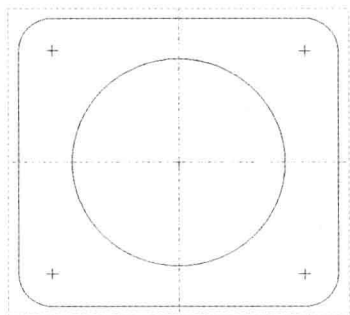

图 2-50 图形文件
Step 01 按【Ctrl+O】组合键，打开图形文件，如图 2-50 所示。